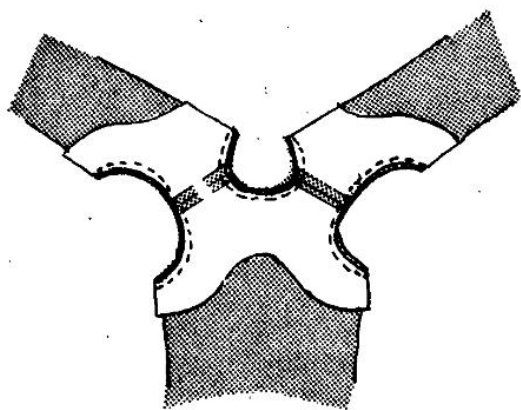

Рис. 149
Обтачка «на развороте». Этот довольно простой способ требует наличия у модели застежки во всю длину полочки или спинки и длинной линии плеча (не короче 10 см), чтобы изделие можно было разложить, как показано на рис. 149. Кроме того, ткань не должна быть слишком толстой.
4. Сложите изделие и обтачку лицевой стороной внутрь, сколите и стачайте по линиям горловины и проймы, соблюдая припуск 1 см (рис. 149).